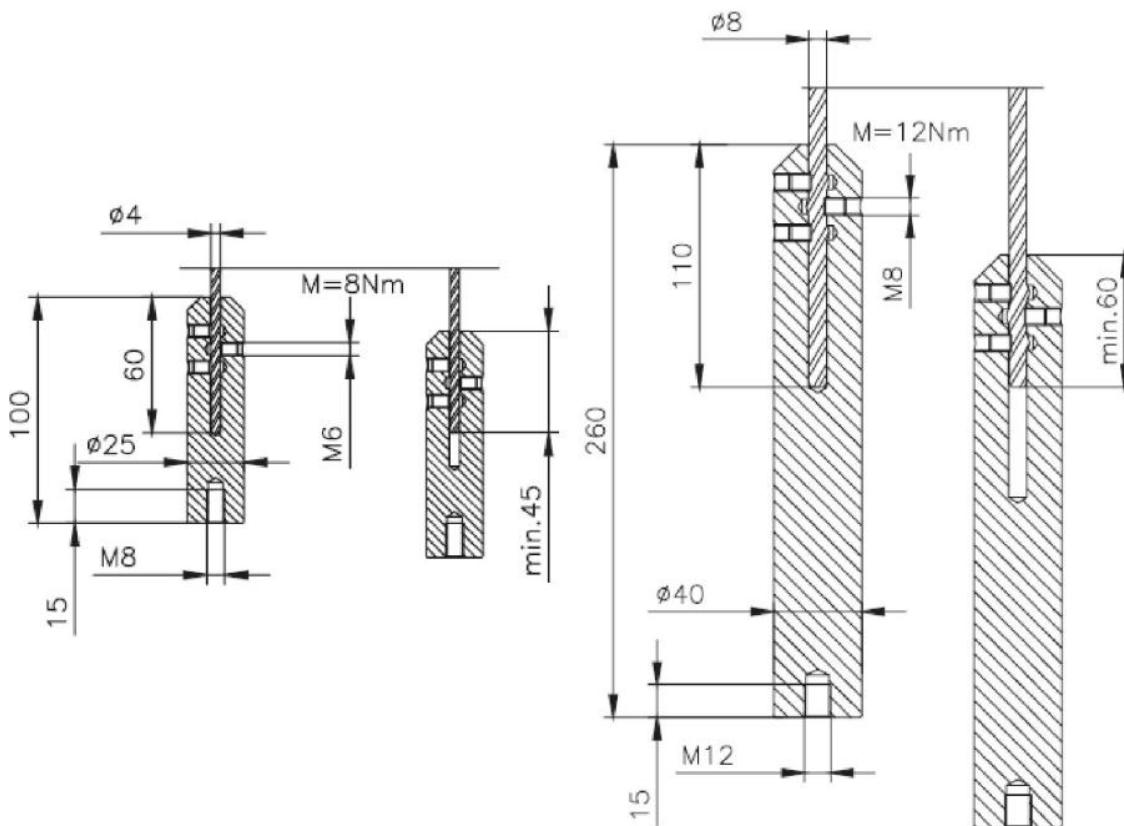

Рисунок 28 - Крепление груза к тросовому чувствительному элементу.
2.3.11 При необходимости длину тросового чувствительного элемента можно сократить до требуемой (только в случае если уровень используется для определения уровня жидкости). Для этого необходимо снять груз, вывернув три винта, и обрезать трос до необходимой длины. Трос следует обрезать аккуратно, чтобы не допустить его раскручивания. Затем установить груз обратно (см. рисунок 28).